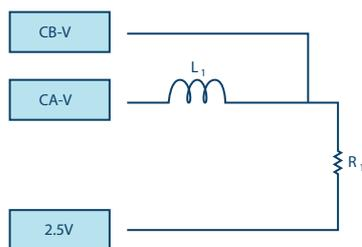

図5. 実験用のセットアップ
- ▶ 2.  $R_1 = 220\Omega$ 、 $L_1 = 20\text{mH}$ とし、ソルダーレス・ブレッドボード上で図5に示す回路を構成します。その上で、「ALICE」のオシロスコープ・ソフトウェアを起動します。